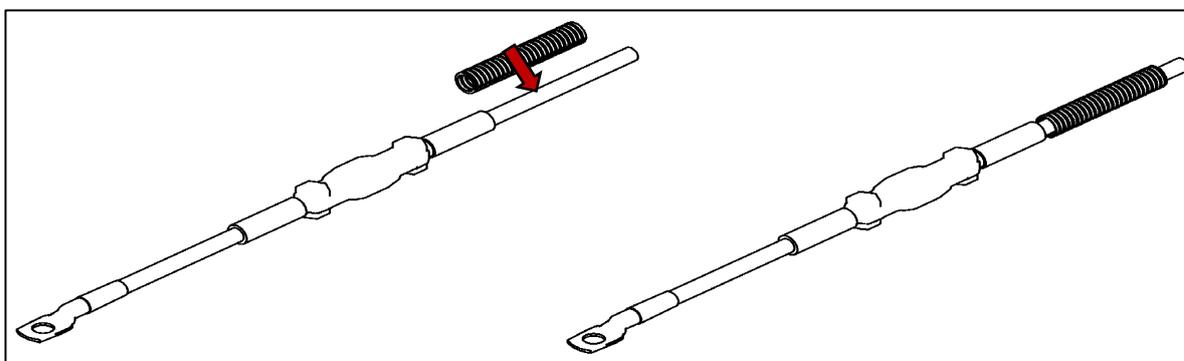

Fig. 17
- Inserte el cable positivo (25 mm² rojo) ("cable de la unidad de potencia") hacia la fuente de alimentación en un tramo de tubo corrugado ranurado (ver Fig. 17).